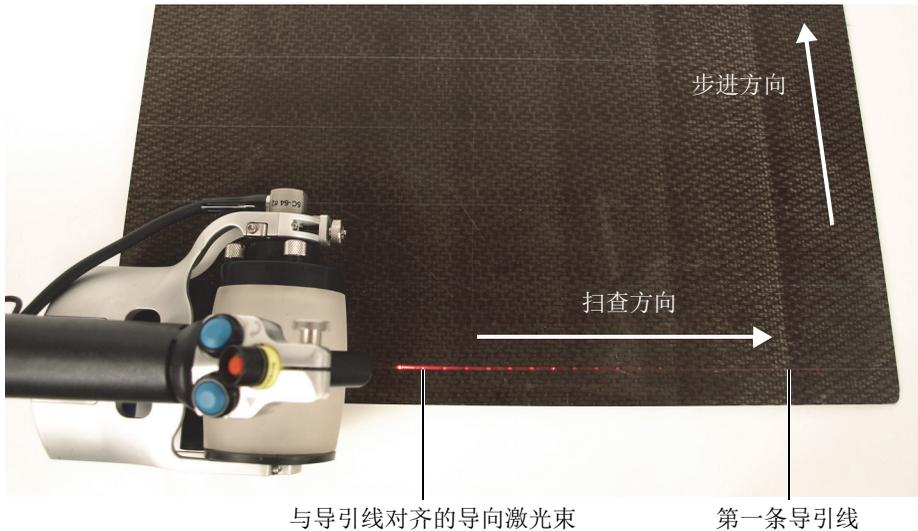

图 5-4 将RollerFORM扫查器定位在第一条导引线上
5. 将RollerFORM扫查器放置在被测区域的边限上，与在被测表面上划出的第一条导引线对齐（参见第67页的图 5-4）。